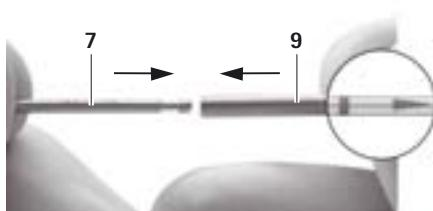

Fig. 6
- Deslizar el tubo exterior 10 hasta el tope sobre el tubo interior 9 de la pieza de trabajo 7, ver Fig. 6.